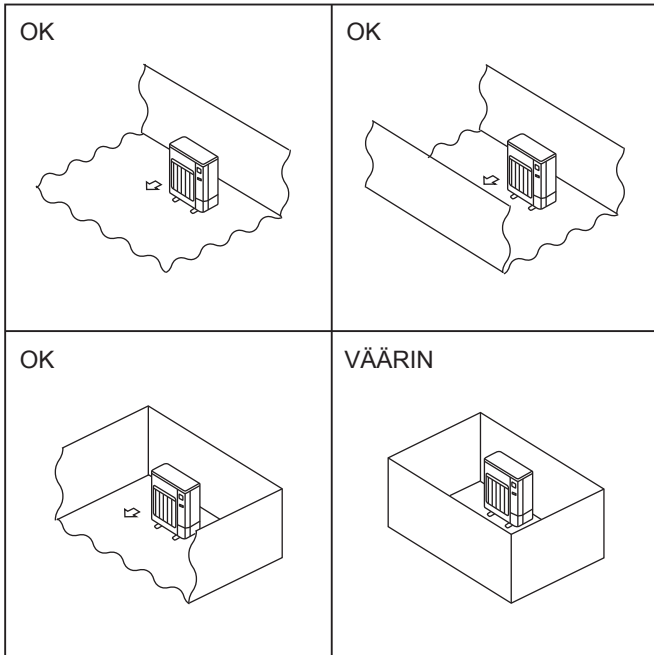

Fig. 2-2
- Ⓢ Asenna ulkoyksiköt paikkaan, jossa vähintään yksi neljästä sivusta on avoin. Asennuspaikan on oltava riittävän suuri, eikä siinä saa olla syvennyksiä. (Fig. 2-2)